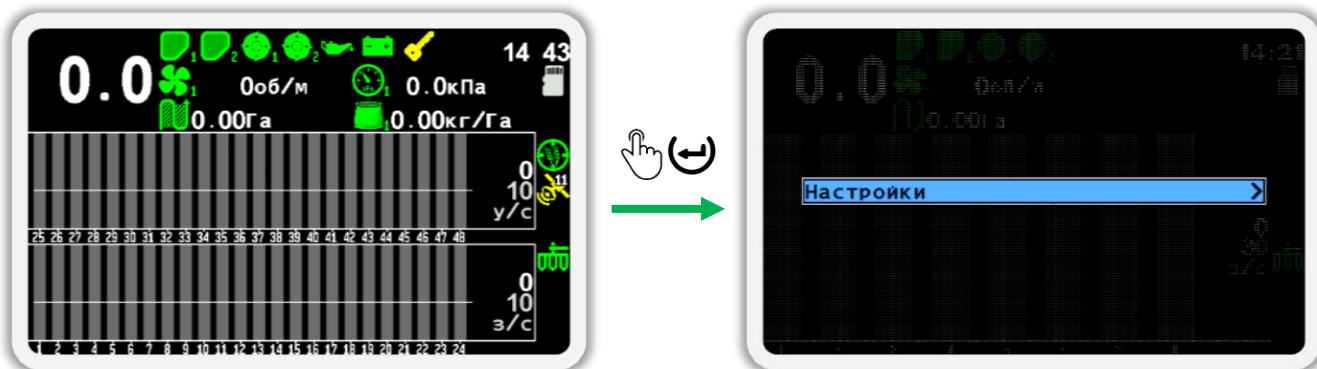

Рисунок 60
- а) Нажмите кнопку  «Меню». В результате на экране будет показано меню главного экрана с одним пунктом  «Настройки» (см. Рисунок 60).